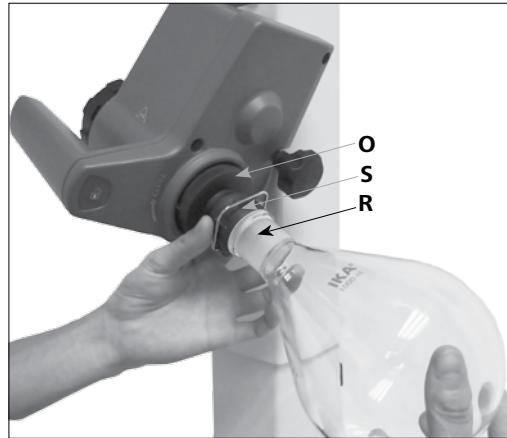

Fig.15a
- 将蒸发瓶放入蒸气管 (**R**) (Fig. 15a)